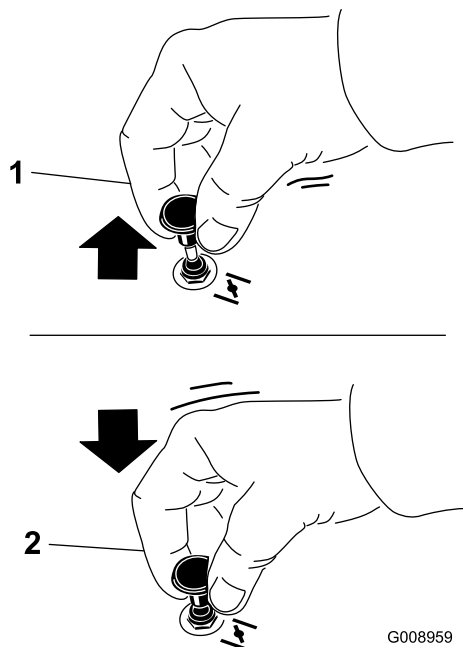

Figure 18
2. Tirez sur la commande de starter pour engager le starter avant d'utiliser le commutateur d'allumage (Figure 18).
3. Poussez sur la commande de starter pour désengager le starter lorsque le moteur a démarré (Figure 18).